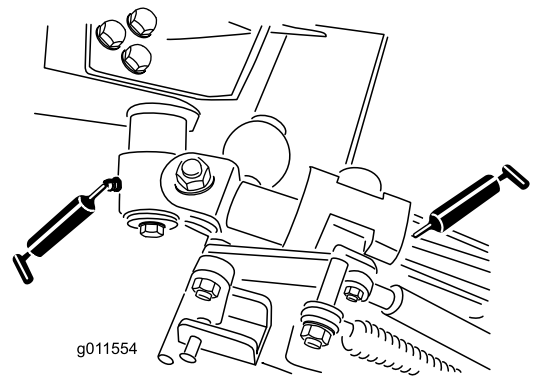

Figura 47
- Casquilhos articulados da manivela (2) (Figura 47)
- Casquilhos do braço traseiro (4) (Figura 47)